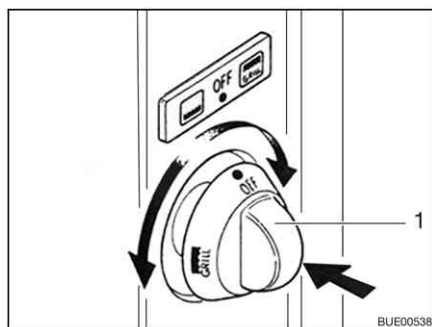

Fig. 162 Bouton tournant
- Enfoncer légèrement le bouton tournant (Fig. 162,1) et le placer sur cuisson "🔥" ou rôtissoire "🔥 GRILL".
- Enfoncer le bouton tournant (Fig. 162,1) et le maintenir enfoncé.
- Enfoncer le bouton tournant (Fig. 162,1) et le maintenir enfoncé pendant 5 à 10 secondes.
- Tourner le bouton tournant (Fig. 162,1) sur "OFF". La flamme s'éteint.